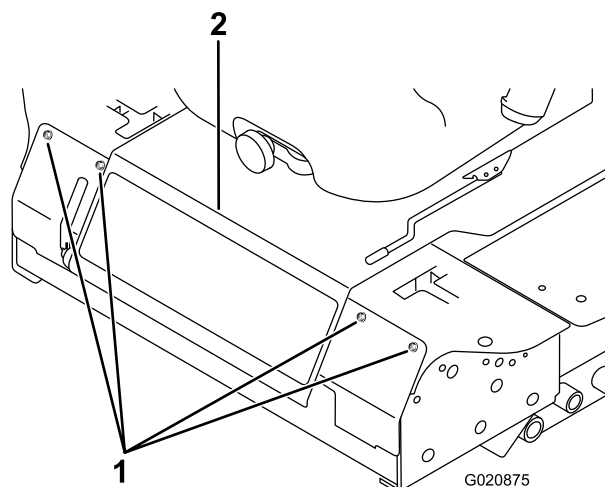

図 43
2. 前パネルを止めているボルトを外して前パネルを外す(図 43)。